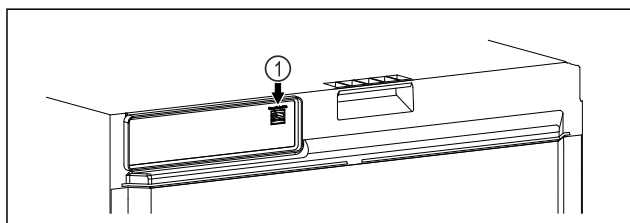

Fig. 113
- ❑ SmartModule Fig. 113 (1) встановлено.